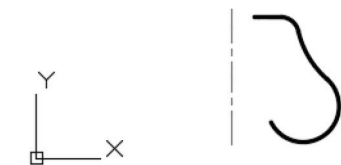

图 9-13 绘制中心线和二维多段线
1) 在 XY 平面中绘制一条中心线和一条二维多段线, 如图 9-13 所示。用户可以打开附赠光盘的“创建旋转网格.dwg”文件。在 XY 平面中绘制好图形后, 切换至“三维建模”工作空间, 此时可以选择某一轴测方向来显示, 例如在功能区“常用”选项卡的“视图”面板中, 从“三维导航”下拉列表框中选择“西南等轴测”选项。